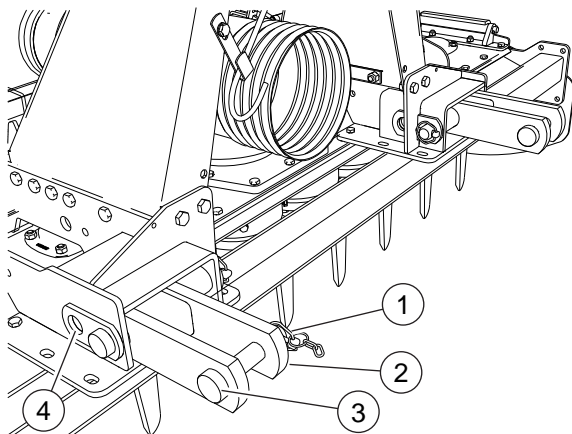

FIG. 26
- Remover el pasador (1, "Fig. 26").
- Extraer el perno (3).
- Extraer y girar el enganche tractor (2) 180°.
- Insertar el perno (3).
- Fijar el perno con el pasador (1).